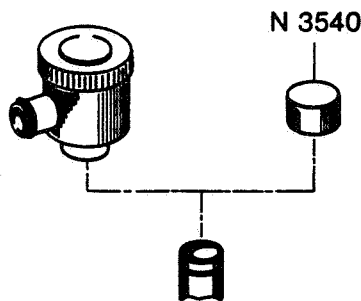

Bild 21: Montage Verschlusskappe anstelle Ansaugfilter
- Auf Ansaugstutzen Verschlußkappe N 3540 stecken. Bild 21.